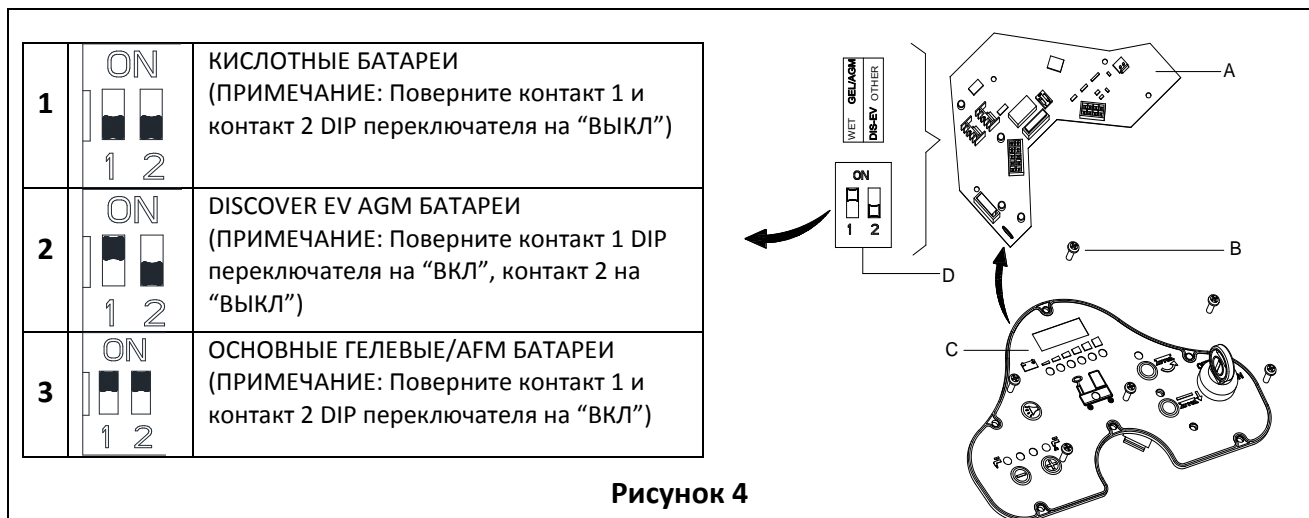

Рисунок 4
При установке новых батарей, следуйте Рис. 4, чтобы установить DIP-переключатель, или батареи могут быть повреждены при неправильной установке.
1. Вставьте ключ зажигания (40) и поверните в положение "ВКЛ", обратите внимание ниже в течение первых секунд старта машины:
- Если зеленый свет (37) мигает, машина настроена на ГЕЛЕВЫЕ/AGM батареи.
- Если желтый свет (33) мигает, машина настроена на Discover EV AGM батареи.
- Если красный свет (32) мигает, машина настроена на КИСЛОТНЫЕ батареи.
- Отвинтите винт (В, Рис. 4) на панели управления, а затем переверните РСВА (А) на панели, чтобы найти DIP-переключатель (D), следуйте Рис 4 для настройки DIP.